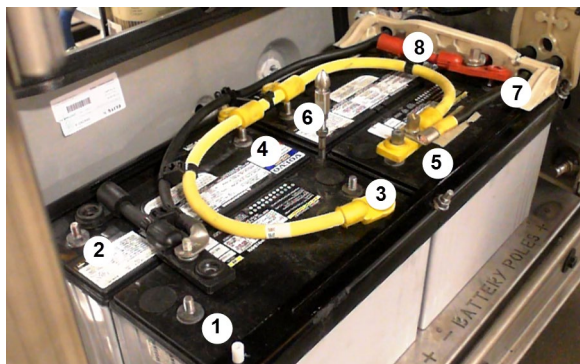

FIGURE 49: DÉCONNECTER LES 8 TERMINAUX
3. Avec une douille 9/16" et une clé à rochet, déconnecter les huit (8) terminaux des batteries (FIGURE 49).